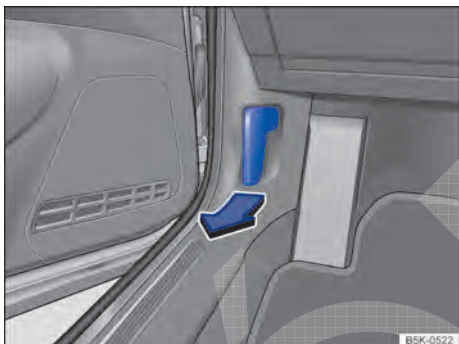

Fig. 223 No área para os pés no lado do condutor: alavanca de destravamento da tampa do compartimento do motor.
- Abrir a porta do condutor e puxar a alavanca de destravamento no sentido da seta → Fig. 223. A tampa do compartimento do motor salta para fora do travamento do fecho pela pressão da mola → ⚠️.